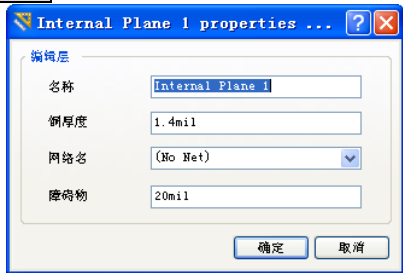

图 7-29 设置电源层属性
- 电源层：电源层属性设置对话框如图 7-29 所示。用户可以自定义“名称”，“铜厚度”